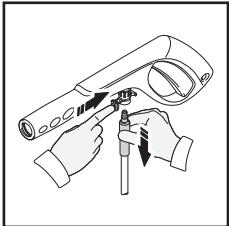
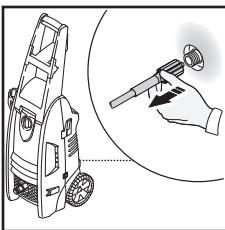

Fig. 22
Fig. 23
- Enlever d'haut tuyau de pression du pistolet à peinture (la fig. 22) et dévisse l'autre fin de l'haut tuyau de pression de la rondelle de pouvoir (la fig. 23).